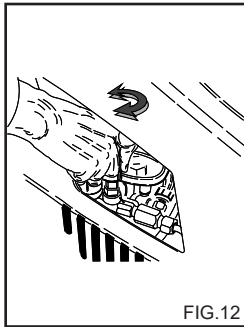

FIG. 12
Este capítulo diz respeito apenas aos modelos equipados com o dispositivo "Regulador de pressão". O dispositivo regulador de pressão, fig. 12, permite regular a pressão de trabalho. Rodando o manípulo C no sentido inverso ao dos ponteiros do relógio (B) (mínimo) obtém-se uma redução da pressão de funcionamento.